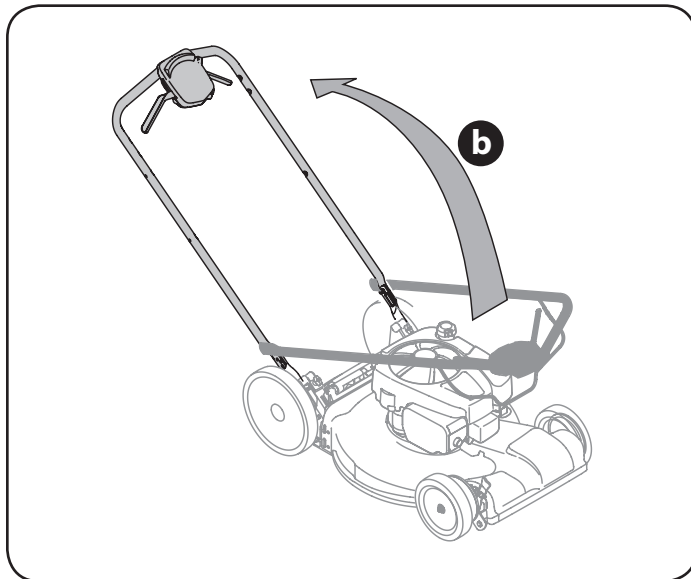

Figura 2
- b. Si bien la estabilización de cortacésped por lo que no se mueve, pivote asa superior como se muestra en la Figura 2. No engarzado cable mientras levanta la palanca hacia arriba.